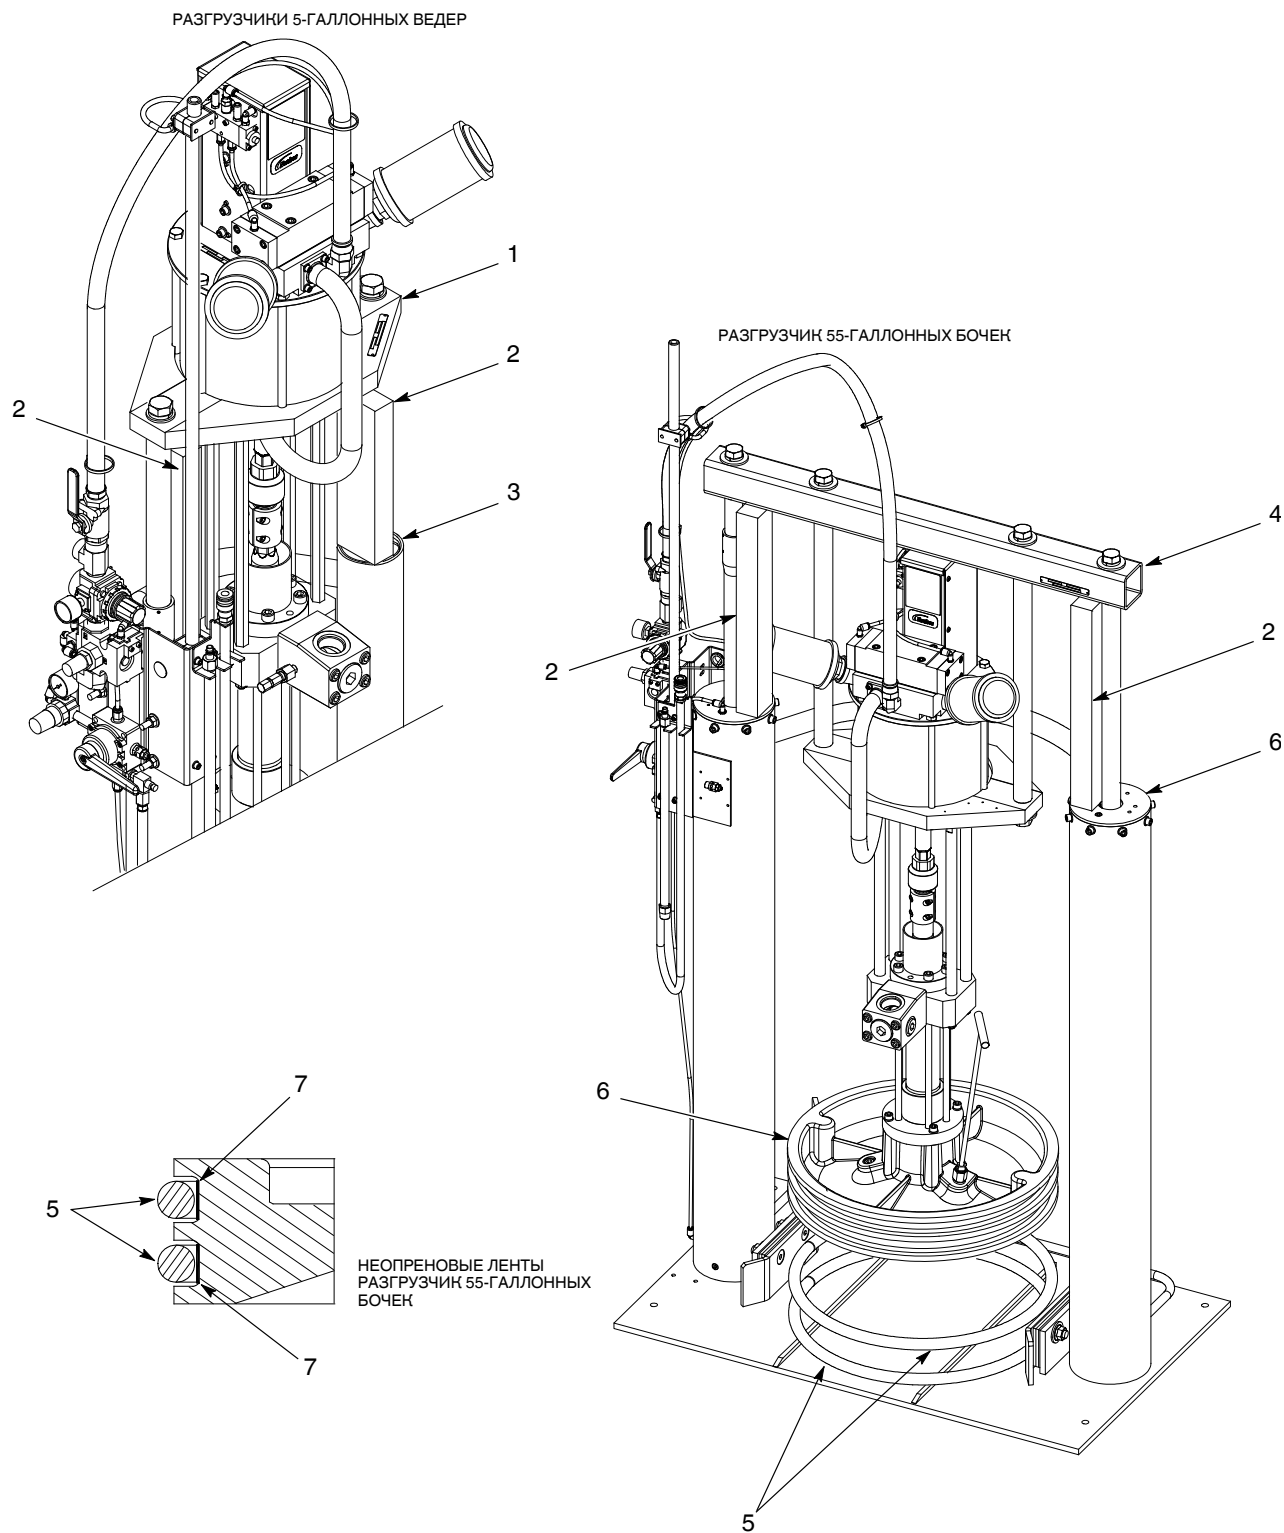

Рис. 2 Замена уплотнения (Показаны стандартные разгрузчики. Разгрузчики SE являются типовыми.)
2. См. рис. 2. Вставить опорные бруски (2):